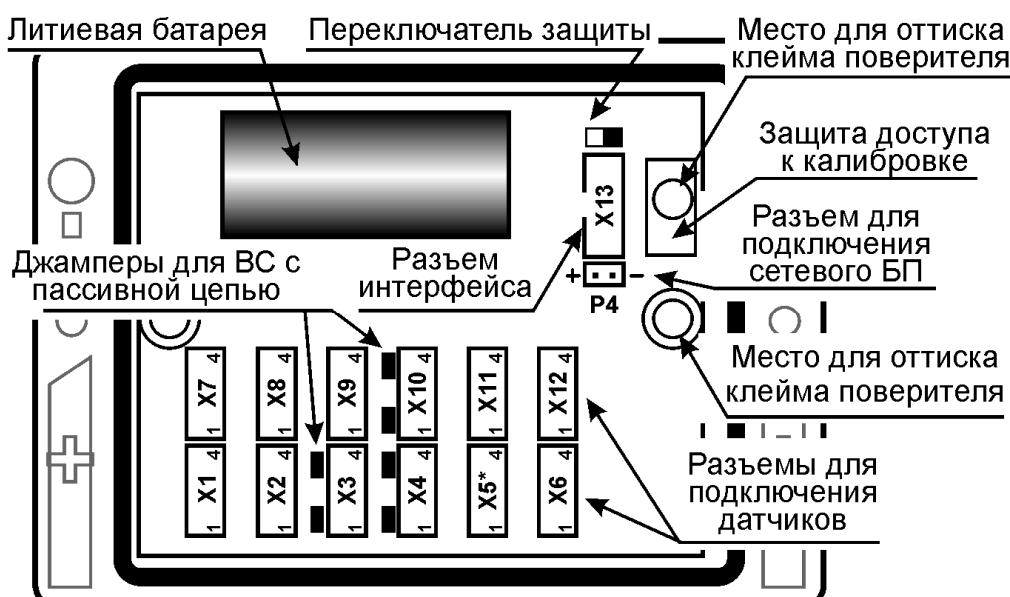
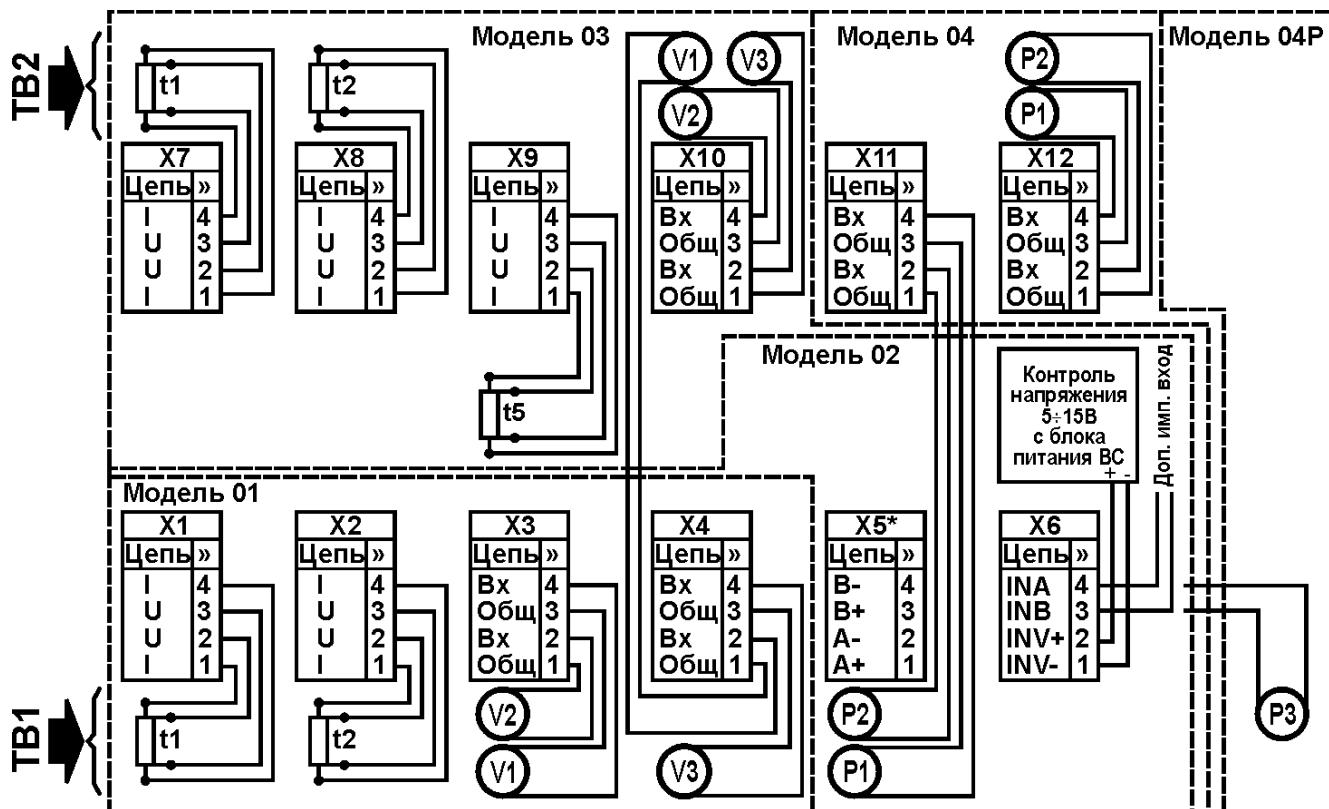

Рис. 5.3 – Вид снизу на снятую крышку ВКТ-7
Рис. 5.4 – Схема подключения датчиков к разъемам ВКТ-7
Контроль наличия сетевого питания в вычислителях организован путем подачи напряжения 5...15 В на контакты 1 и 2 разъема X6 (рис. 5.4). Вход контроля имеет гальваническую развязку. Максимальное значение тока потребления не превышает 15 мА.
- от блока питания одного из расходомеров (см. схему подключения рис. 5.4);
При установке сетевого блока питания исполнения 02 в качестве сигнала контроля сетевого питания используется непосредственно напряжение питания 3,6 В, подаваемое на разъем P4 (см. рис. 5.3). Напряжение на разъеме X6 в данном случае игнорируется.
В случае пассивного типа выхода следует установить перемычку (джампер), показанную на рис. 5.3 слева от соответствующего разъема X3, X4 и X10, а при активном – снять ее.
Разъемы для подключения внешних цепей находятся на модуле в вехней части ВКТ-7. Размещение разъемов приведено на рис. 5.3, а схема подключения датчиков – на рис. 5.4. При поставке ВКТ-7 ответные части разъемов и джамперы установлены.
- убедиться, что левее каждого из имеющихся разъемов X3, X4 и X10 установлены джамперы (рисунок 5.3). В противном случае джамперы следует установить, взяв их из состава поставки комплекта соединителей;
- при автоматизированной поверке убедиться, что в вычислителе установлен адаптер RS232 или универсальный адаптер RS485/RS232. В противном случае (установлен адаптер RS485 или Ethernet) следует подключить к разъему X13 (рисунок 5.3) адаптер RS232, взяв его состава поставки комплекта соединителей.